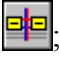

Рис. 5.31. Закладка Размножение и блоки
1. на панели функции рисования необходимо выбрать закладку **Размножение и блоки**  (Рис. 5.31), а затем кнопку **Традиционный этажестояк** ;